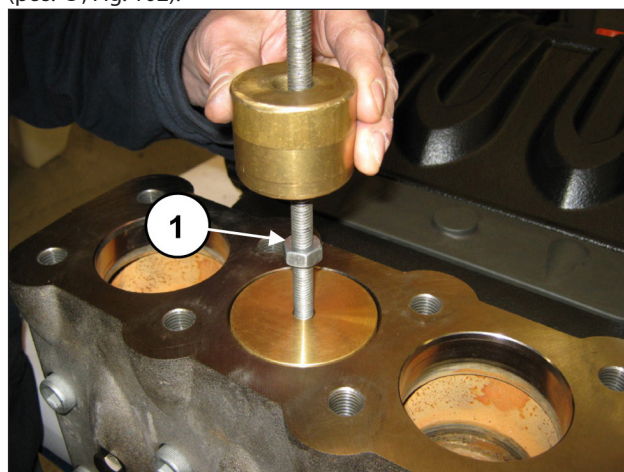

Fig. 102
Estrarre il tappo valvola mediante l'utilizzo di un estrattore a massa battente da applicare al foro M10 del tappo valvola (pos. ①, Fig. 102).